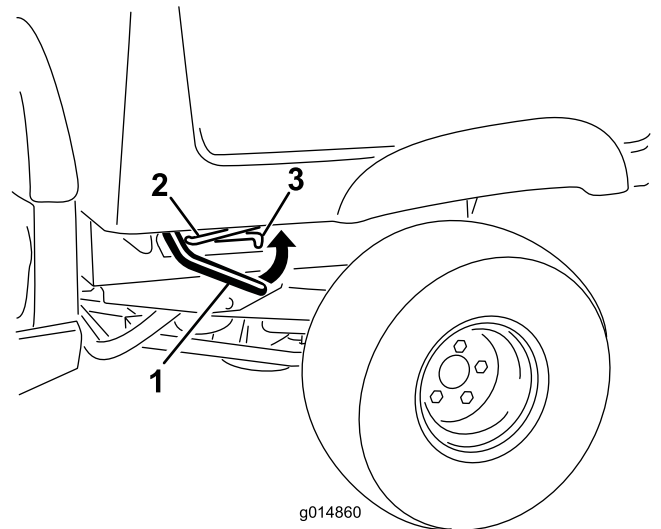

図 12
1. 荷台の右側または左側でレバーを引き上げ、荷台を持ち上げる（図 12）
2. プロップロッドを固定スロットにはめ込んで荷台を固定する（図 12）。